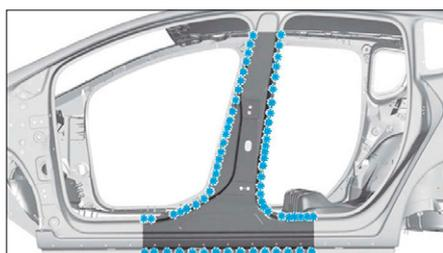

FIG. 64
• Dépointer et fraiser comme illustré (Fig.64).